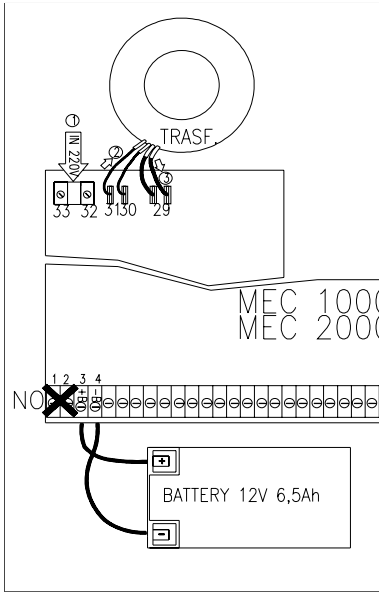

fig.2
I Se non uso la scheda raddrizzatrice, l'ingresso della tensione 230V è portata direttamente sulla scheda comando come indicato in fig.2 e quindi non utilizzo i morsetti 1-2. Se invece utilizzo la scheda raddrizzatrice non devo collegare i morsetti 29-30-31-32-33 come indicato in fig.3.
- D** Falls die Gleichrichtungskarte nicht benützt wird, so wird der 230V Spannungseingang wie in Abb. 2 gezeigt direkt auf die Steuerkarte gelegt, und daher werden die Klemmen 1-2 nicht verwendet. Wird die Gleichrichtungskarte dagegen benützt, so dürfen die Klemmen wie 29-30-31-32-33 wie in Abb. 3 gezeigt nicht angeschlossen werden.
- GB** If the rectifier card is not used, 230V input is taken directly to the control card as shown in fig. 2 and terminals 1-2 are therefore not used. If the rectifier is used, terminals 29-30-31-32-33 are not connected as shown in fig.3.
- F** Si la carte redresseuse n'est pas utilisée, l'entrée de la tension 230 V est portée directement sur la carte de commande comme l'indique la fig. 2 et les bornes 1-2 ne sont donc pas utilisées. Si par contre la carte redresseuse est utilisée, il ne faut pas connecter les bornes 29-30-31-32-33 comme l'indique la fig. 3.
- E** Si no se usa la tarjeta rectificadora, la entrada de la tensión 230V se coloca directamente en la tarjeta de mando, como indicado en la fig. 2 y, por consiguiente, no se usan los bornes 1-2. Si en cambio, se usa la tarjeta rectificadora, no hay que conectar los bornes 29-30-31-32-33, como indicado en la fig. 3.